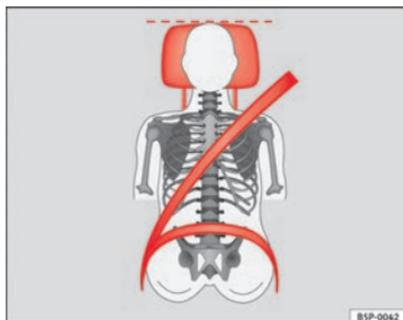
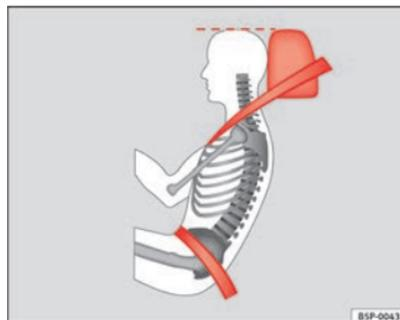

Fig. 69 Visto de frente: apoyacabezas y cinturón ajustados correctamente
Fig. 70 Visto de lado: apoyacabezas y cinturón ajustados correctamente
- Ajuste el apoyacabezas de modo que el borde superior del mismo quede a la misma altura que la parte superior de la cabeza, como mínimo a la altura de los ojos ⇒ fig. 69 y ⇒ fig. 70.